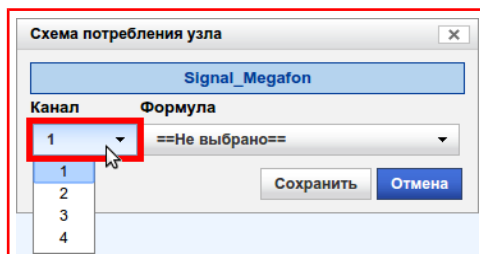

Рисунок 9.35 — Кнопка-меню «Канал»
3.1) Нажать на кнопку-меню под текстом **«Канал»**, рисунок 9.35;